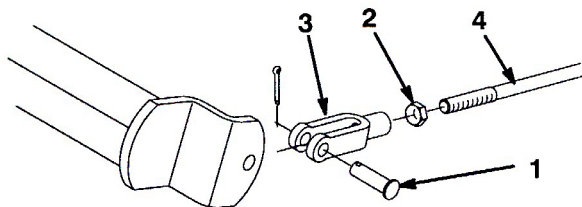

図49
2. ジャムナットをゆるめ、クレビスを調整する (図49)。
3. クレビスをシャフトに取り付ける (図49)。